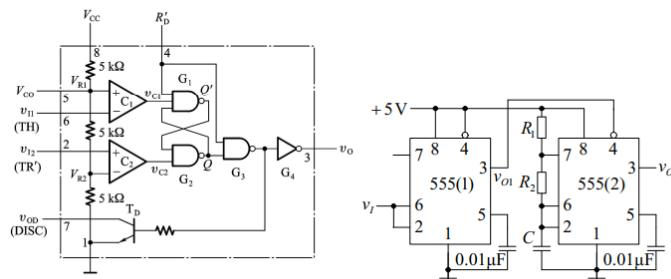

图12-1
12、(10分) 已知555定时器的电路结构如图12-1所示, 555定时器组成的脉冲电路如图12-